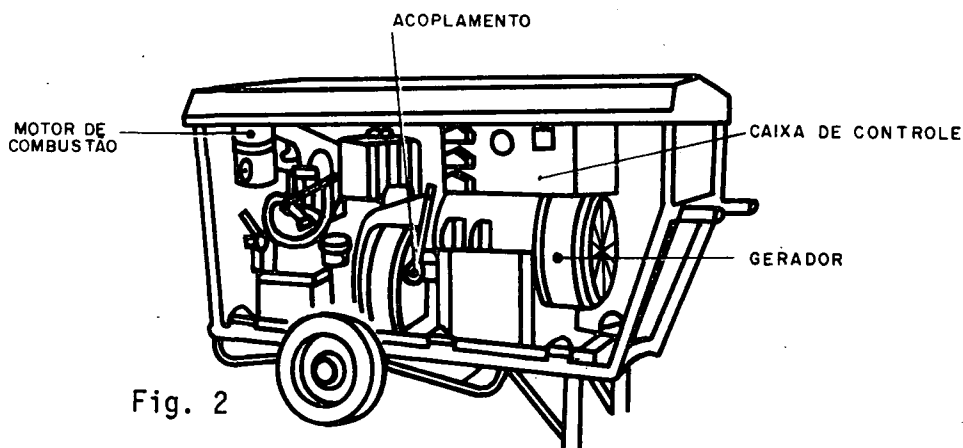

Fig. 2
b) Acionadas por motor a combustão (fig. 2).